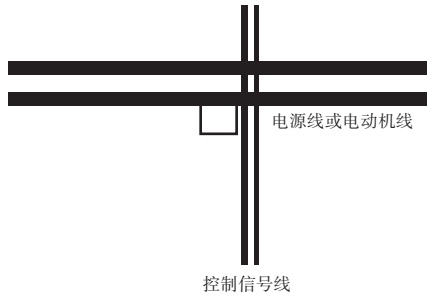

图3-26 系统配线要求
- ① 变频器到电动机的线缆(U、V、W端子引出线)应尽量避免与电源线(R、S、T或R、T端子输入线)平行走线。应保持30厘米以上的距离；
- ② 变频器输出U、V、W端子三根电机线尽量置于金属管或金属布线槽内；
- ③ 控制信号线应采用屏蔽电缆，屏蔽层与变频器PE端相连，靠近变频器侧单端接地；
- ④ 变频器PE端接地电缆不得借用其它设备接地线，必须直接与接地板相连；
- ⑤ 控制信号线不能与强电电缆(R、S、T或R、T与U、V、W)平行近距离布线，不能捆扎在一起，保持20~60厘米（与强电电流大小有关）以上的距离。如果要相交，则应相互垂直穿越，如图3-26所示；
- ⑥ 控制信号和传感器等弱电接地线必须与强电接地线分别独立接地；
- ⑦ 禁止在变频器电源输入端(R、S、T或R、T)上连接其它设备。